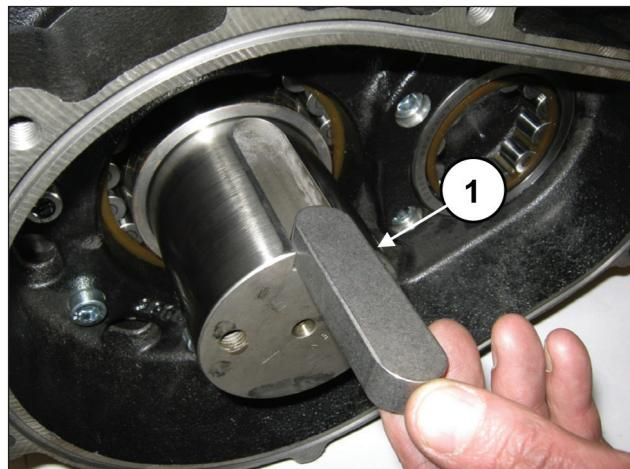
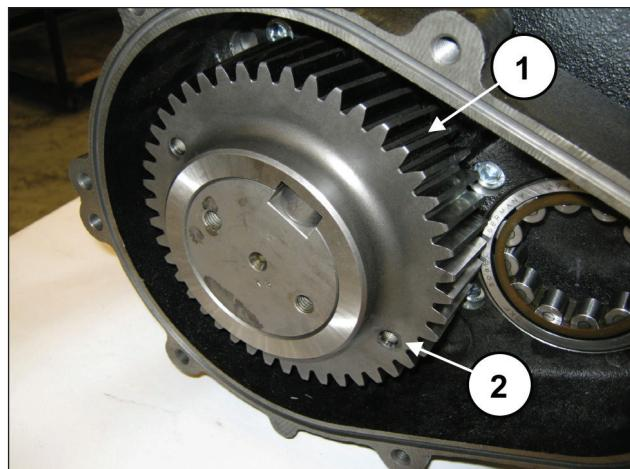

图 76
图 77
安装平键22x14x80到轴的底座（①, 图 76）并将冠齿轮安装到轴上（②, 图 77）。
安装冠齿轮时，两个M8孔（用于抽出）必须朝向泵的外部（②, 图 77）。